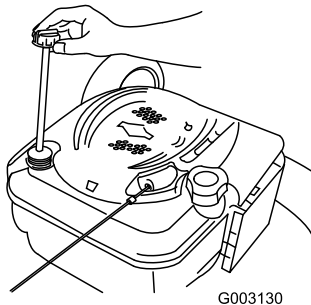

Figure 36
- Retirez la jauge de niveau du tube de remplissage (Figure 36).